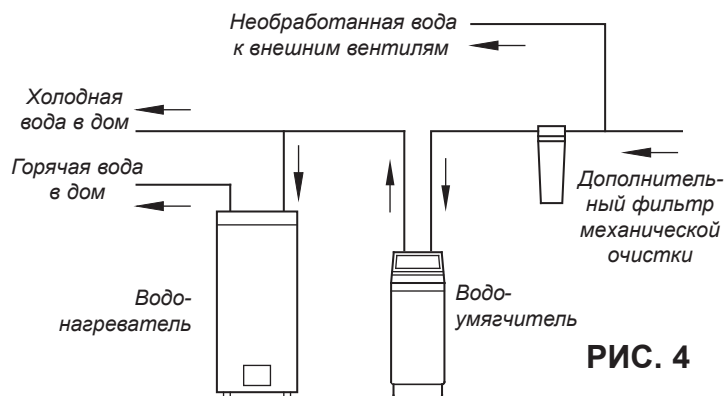

РИС. 4
- Для фиксации шланга используйте шланговый хомут. Если местные нормы по проведению сантехнических работ не предусматривают использование гибкого сливного шланга, то со сливным клапаном следует использовать жесткую трубу. Купите в хозяйственном магазине обжимной штуцер (1/4" x 1,25 см наружн.диам.) и трубу 1,25 см. (см. рисунок 4).